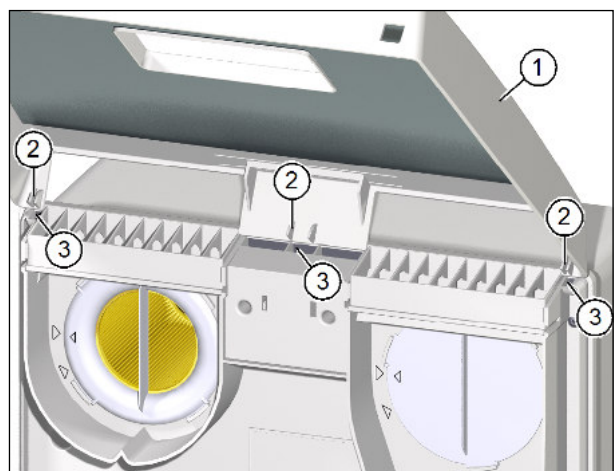

Abb. 16: Deckel auf Lüftungsgerät aufsetzen
- ▶ Fassen Sie den Deckel (Pos. 1 in Abb. 16) des Lüftungsgerätes mit beiden Händen und neigen Sie die Oberkante des Deckels in Richtung Lüftungsgerät.
- ▶ Setzen Sie die Nasen (Pos. 2 in Abb. 16) des Deckels in die Öffnungen (Pos. 3 in Abb. 16) an der Oberseite des Lüftungsgerätes ein.